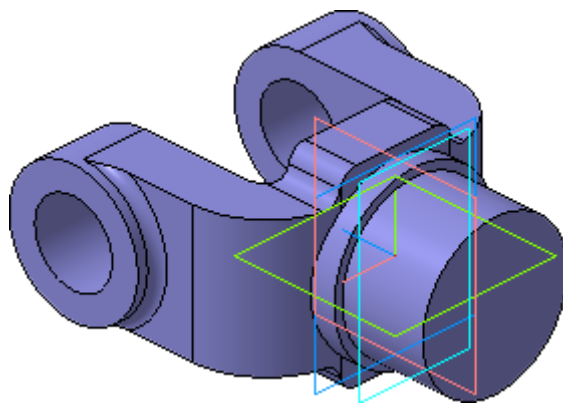

Рисунок 54.
- Нажмите кнопку **Создать объект**  (рис. 54).